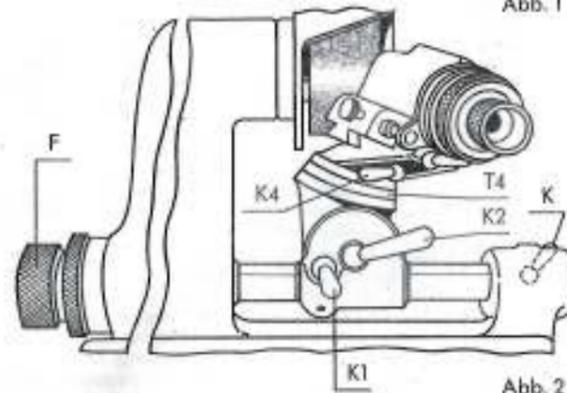

Abb. 2
2. Knebel K2 lösen und Hinterschliffwinkel für Seitenschneide mit Teilung T2 einstellen. Knebel K2 wieder festziehen (Abb. 2).
4. Frässtichel mit Feinstellschraube F zur Schleifscheibe zu stellen, unter ständigem Drehen des Zangenlagers zwischen den Anschlägen um 180°. Der Hinterschliff wird dabei zwangsläufig erzeugt (Abb. 2).